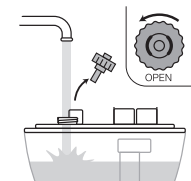

Рис. 3
2. Открутите крышку резервуара для воды против часовой стрелки и залейте воду в емкость (рис.3). Температура воды не должна превышать 40 градусов.